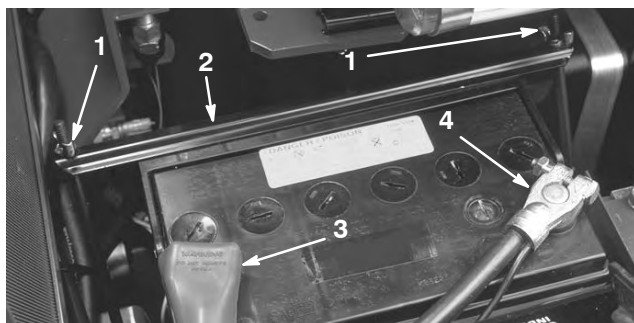

Figure 6
2. Retirez les deux écrous à oreilles et la barre de maintien de la batterie (Fig. 6). Soulevez la batterie hors du châssis. Mettez de côté les écrous à oreilles et la barre de maintien en prévision de la repose.